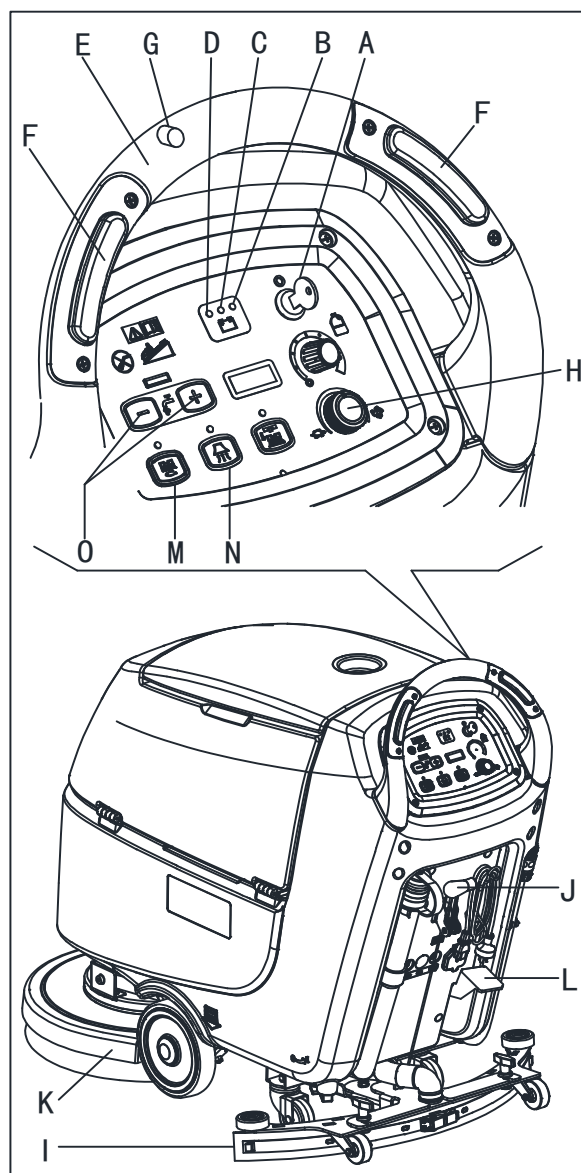

Figure 9
2. Insérer la clé de contact (A, Fig. 9) et la tourner sur "I". Vérifier que le témoin lumineux vert (B) se met en marche (batterie chargée). Si le témoin lumineux LED jaune (C) ou rouge (D) s'allume, retourner la clé de contact sur "0" et charger les batteries (voir la procédure au chapitre Entretien).
- En la poussant en ayant les mains sur le guidon (E) (uniquement pour les machines sans traction).
- En la poussant en ayant les mains sur le guidon (E) et en appuyant sur le commutateur (F) pour avancer, ou en appuyant sur le commutateur (F) avec le commutateur (G) pour reculer (uniquement pour la machine à traction). La vitesse d'avancement peut être réglée avec le dispositif de réglage (H).
4. Abaisser la raclette (I) avec le levier (J).
5. Abaisser la tête de brosse (K) en appuyant sur la pédale (L).
6. Appuyer sur le commutateur de la brosse/du support de disque (M) sur le commutateur du système d'aspiration (N).
7. Appuyer sur les commutateurs de commande du débit d'eau de lavage (O), si nécessaire, en fonction du type de nettoyage à effectuer.
- (uniquement pour les machines sans traction) en poussant la machine en ayant les mains sur le guidon (E) et en appuyant sur le commutateur (F).
- (uniquement pour les machines avec traction) en poussant la machine en ayant les mains sur le guidon (E) et en appuyant sur le commutateur (F). Si nécessaire, la vitesse d'avancement peut être réglée avec le dispositif de réglage (H).
2. Tout en gardant les deux mains sur le guidon, appuyer sur l'interrupteur de sécurité (F, Fig. 9), puis manœuvrer la machine et commencer à laver/sécher le sol.